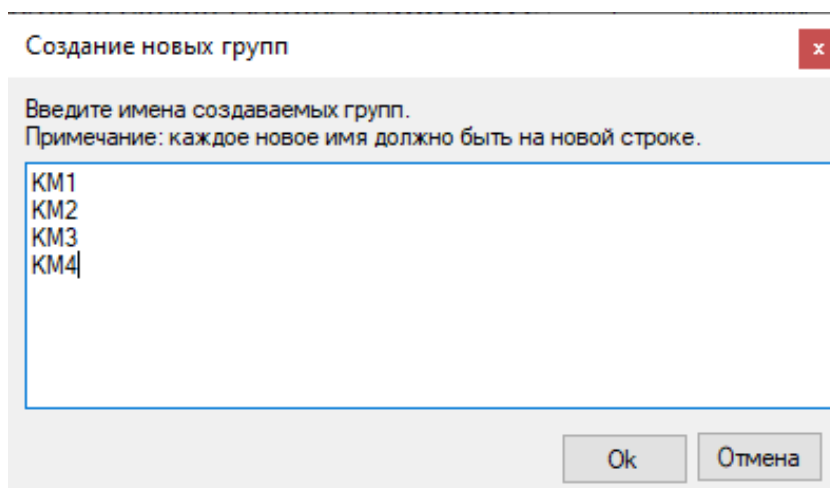

Рисунок 4.3.7. Окно «**Создание новых групп**» для категории «**Контакты**».
- 3) В диалоговом окне «**Создание новых групп**» введите имена групп сигналов для данной категории, которые необходимо внести в базу данных (Рисунок 4.3.7). Обратите внимание, что при добавлении новой группы, в окне уже присутствует шаблон «**КМ**», который добавили при редактировании шаблона категории «**Контакты**».